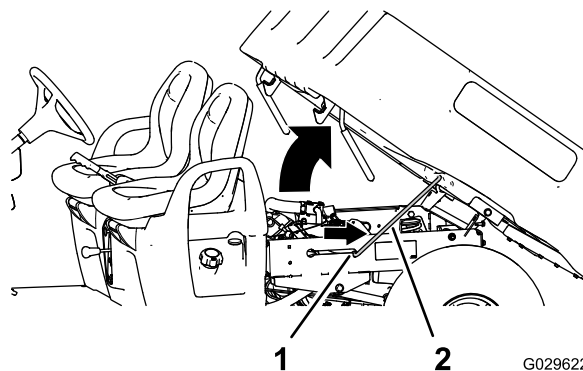

Figura 3
6. Tire de la varilla de sujeción hasta que entre en la muesca de retención para sujetar la plataforma (Figura 3).